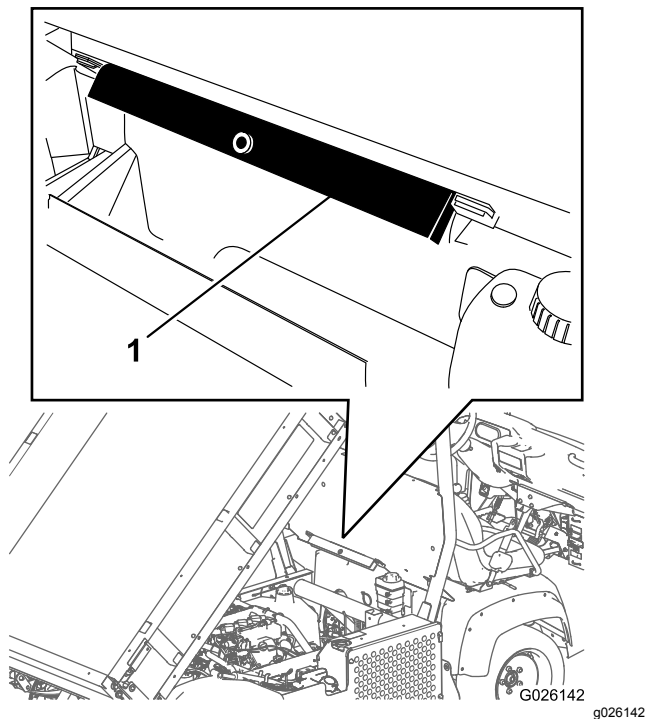

図 21
2. ROPS パネルの後ろについている保管用ブラケットから荷台サポート安全サポートを取り外す 図 21。